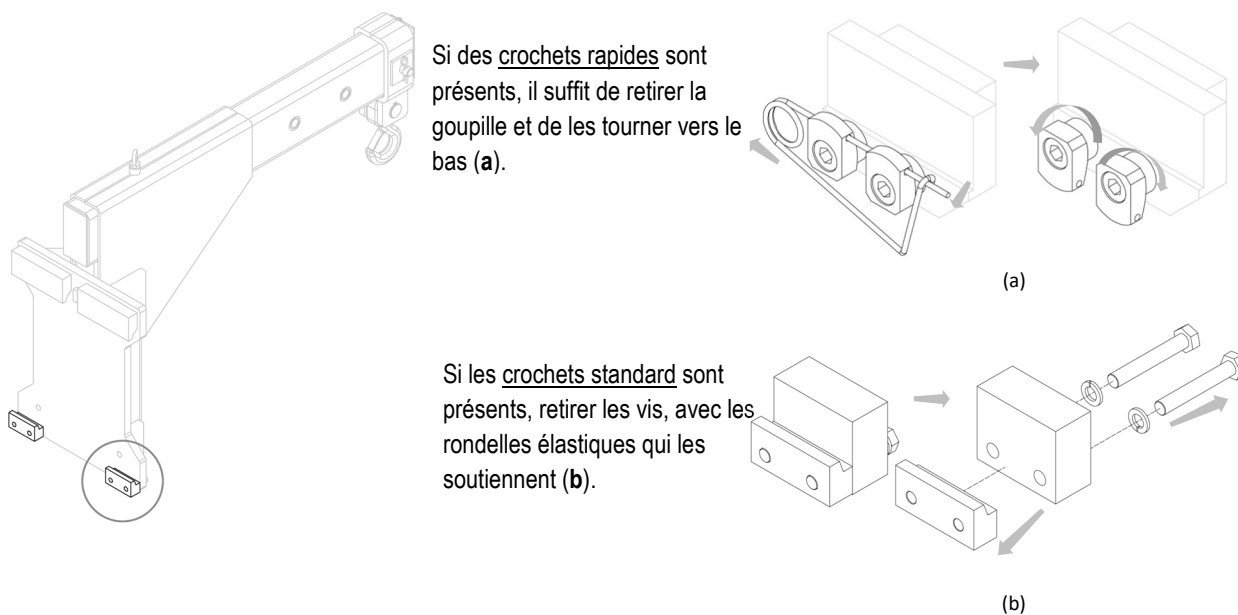

Figure 3
3. Retirer les crochets inférieurs de l'équipement (voir *Figure 3*).
1. Retirer les crochets inférieurs de la structure (voir *Figure 3* à la p. 10).